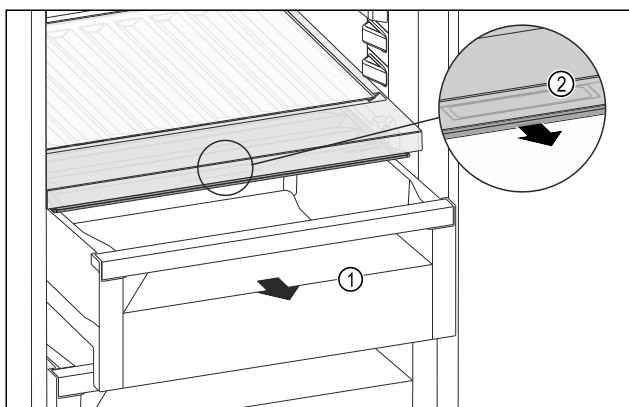

Fig. 162
- ▶ Извлеките выдвигной ящик Fig. 162 (1).
- ▶ Возьмитесь за утопленную ручку Fig. 162 (2) на крышке отделения и одновременно потяните крышку отделения вперед.